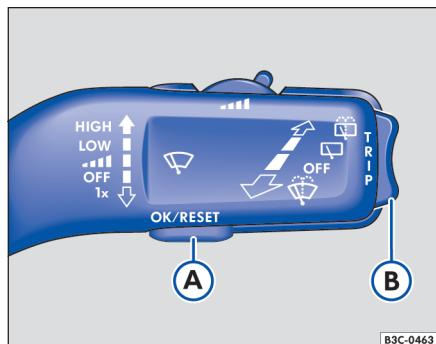

图 11 车窗玻璃刮水器操作杆：按钮①用于操作菜单项，开关②用于切换菜单。
- 如果显示屏中显示一条信息或车辆示意图，则按压按钮 → 图 12 或 → 图 11①。
- 在用车窗玻璃刮水器操作杆操作时：长按 → 图 11②的上端或下端列出主菜单。